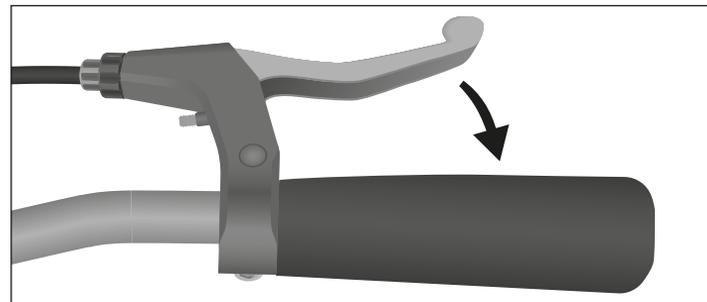

Abb.: B-1 Betätigung der Handbremse (exemplarisch).
- Ziehen Sie zum Bremsen den Bremshebel mit den Fingern in Richtung des Lenkers (siehe *Abb.: B-1*).